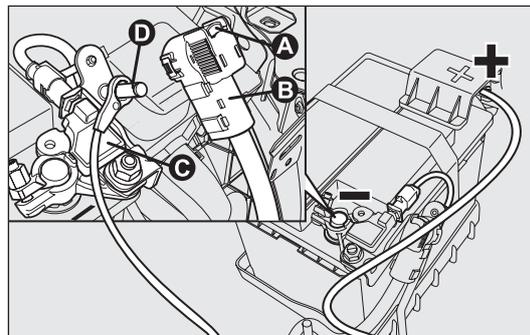

fig. 191
VERSIONS AVEC SYSTÈME Start&Stop fig. 191
- appuyer sur le bouton A-fig. 191 pour débrancher le connecteur B du capteur C de contrôle de l'état de la batterie (ce dernier situé sur le pôle négatif de la batterie) ;